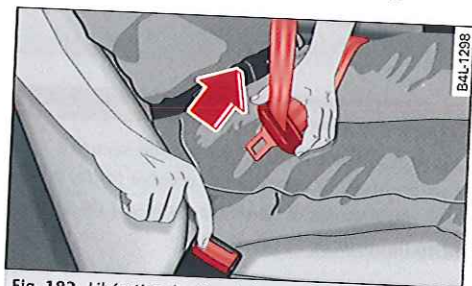

Fig. 182 Libération du pêne du boîtier de verrouillage
- ▶ Appuyez sur la touche rouge intégrée au boîtier de verrouillage ⇨ fig. 182. Le pêne est libéré du boîtier de verrouillage sous l'action d'un ressort.